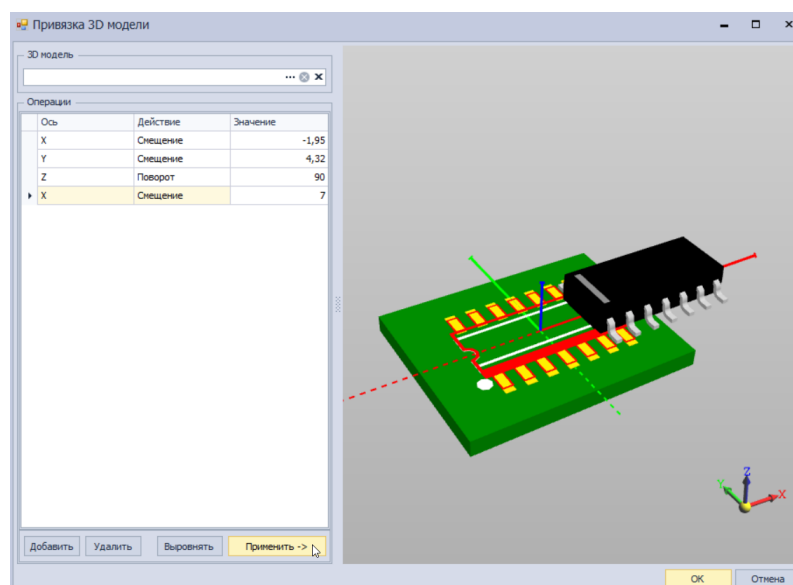

Рис. 178 Результат ручного ориентирования
5. Нажмите кнопку «Применить», чтобы в области просмотра отображился результат заданного действия, см. Рис. 178.